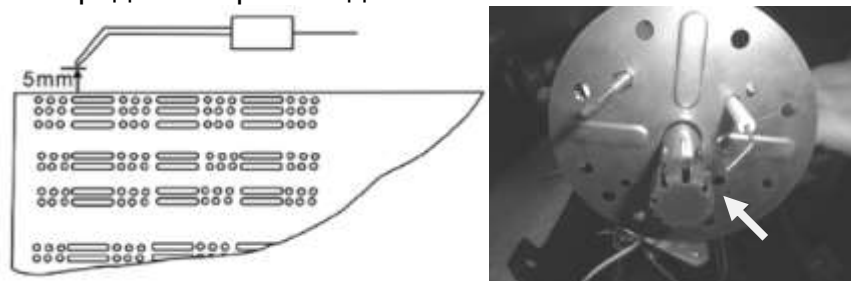

Рис.7
- 4.5.2. Проверить положение электрода зажигания. Зазор между электродом и горелкой должен составлять не более 5 мм (см. Рис. 7)